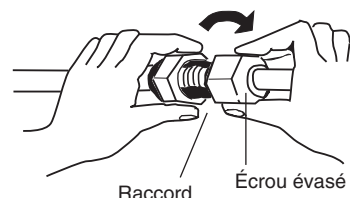

Fig. 5-5
- (3) Pour une bonne connexion, aligner le tuyau de raccordement et le tube évasé droit entre eux, puis visser d'abord légèrement l'écrou évasé pour obtenir une bonne correspondance. (Fig. 5-5)